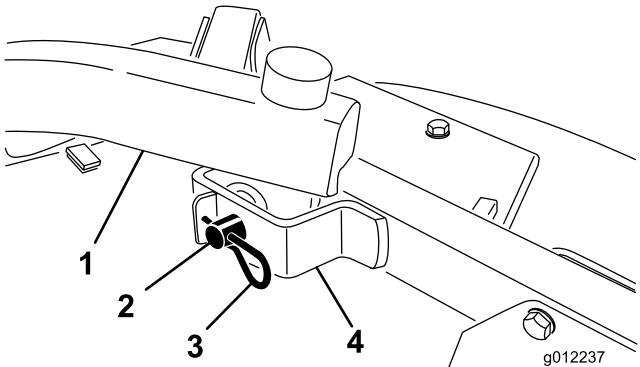

Figure 21
4. Retirez les goupilles fendues et les axes de chape qui fixent les bras de relevage aux supports des bras pivotants (Figure 21).